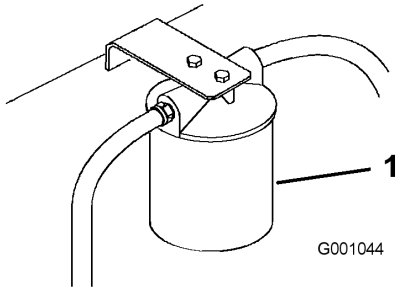

Bild 62
3. Stellen Sie eine Auffangwanne unter den Filter, bauen Sie den alten Filter aus und wischen Sie die Dichtungsfläche des Filterstutzens sauber (Bild 62).